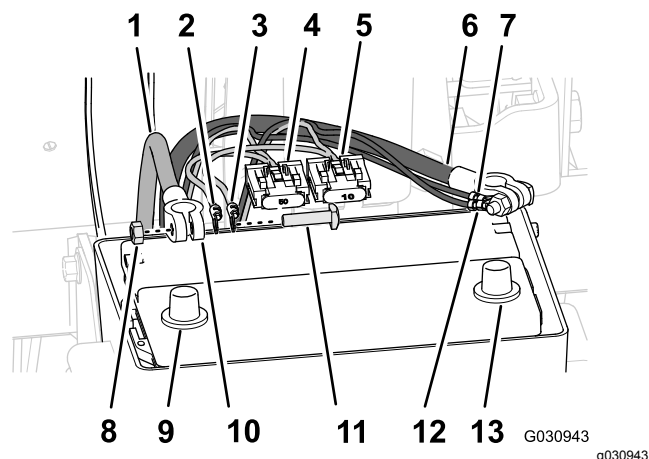

図 144
1. 後方ハーネスのプラス端子赤ワイヤ、マイナス端子黒ワイヤ、ヒューズブロック50A を、バッテリーボックスと車両のシャーシとの間から上へ出す 図 144。
3. バッテリーの両端子に固定されているTボルトと六角ナットを外す 図 144。
4. Tボルトを、後方ワイヤハーネスのプラス端子赤ワイヤ、ナビゲーション用電装ハーネスのプラス端子、バッテリーのプラスケーブルの端子に通す 図 144。
5. 端子とTボルトを、六角ナットで仮止めする 図 144。
6. Tボルトを、後方ワイヤハーネスのマイナス端子黒ワイヤ、ナビゲーション用電装ハーネスのマイナス端子、バッテリーのマイナスケーブルの端子に通す 図 144。
7. 端子とTボルトを、六角ナットで仮止めする 図 144。